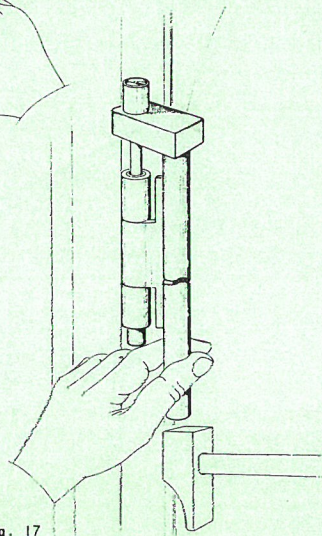

Fig. 17
— Présenter l'outil Wilmonda DOC sur l'axe de la charnière inférieure, visser la bague filetée bien à fond (collette côté axe de charnière), utiliser la bague filetée, puis à l'aide de l'outil en forme de pied de biche et d'un marteau, déposer l'axe de la charnière inférieure (fig. 17).
REPLACEMENT D'UN JOINT CAOUTCHOU C D'ETANCHEITE D'ENCA DREMENT DE PORTE (fig. 17 A, 17 B, 17 C, 17 D)
— A l'aide de l'outil spécial (fig. 17 A) redresser le bord (A) du profilé et dégager le caoutchouc pouvant être resté dans la gorge. Redresser correctement le bord (A) sur le pourtour de l'encadrement de porte.
— A l'aide d'un jet en bois de préférence, rabattre d'abord le bord de tôle (A) puis le bord (B) pour obtenir un positionnement après sertissage comme indiqué figure 17 D.